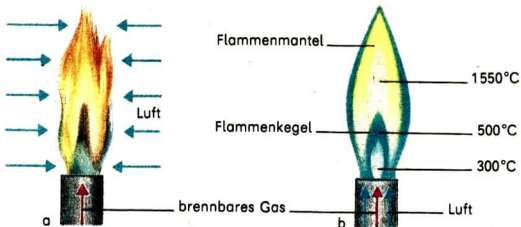

Abb. 12 Flammenarten a) leuchtende Flamme, b) rauschende Flamme
Ist der Lufteintritt geschlossen, so verbrennt das Gas an der Brennermündung mit blau-gelb leuchtender Flamme. Bei langsamem Öffnen der Luftzufuhr entfärbt sich die Flamme (entleuchtete Flamme) bis ein dunkler Flammkern erkennbar wird und die Flamme zu rauschen beginnt. Die rauschende Flamme kann bis zu 1500 °C heiß sein (Abb. 12). ②
- ② Betrachte Abbildung 12! Beschreibe die Luftzufuhr zur leuchtenden und rauschenden Flamme!